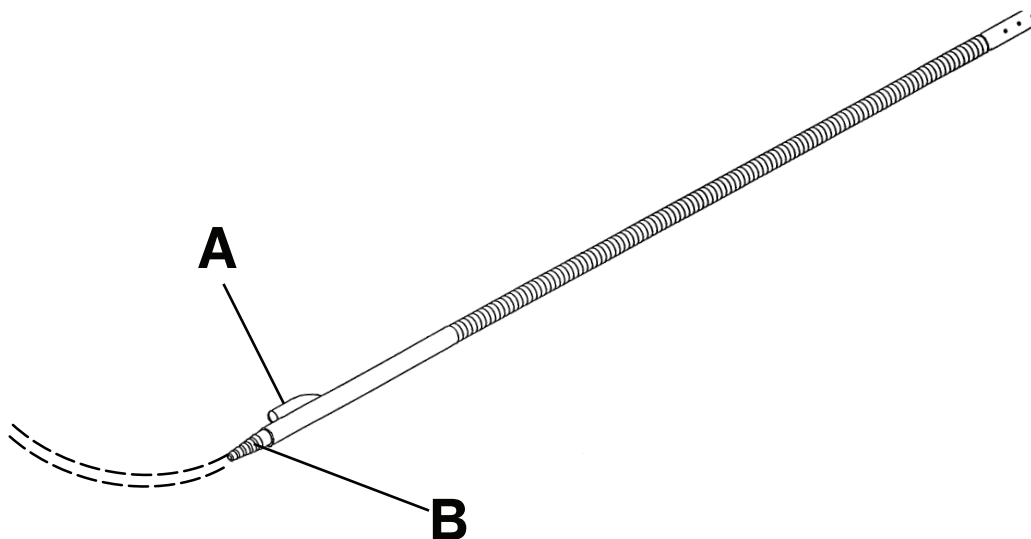

Figura 9 – Tubo de suministro de aire
1. Coloque la lengüeta de montaje (A) en el orificio i.v. del extremo de la cabeza del producto.
2. Inserte el tubo de suministro de aire en su receptáculo (B) (Figura 9).